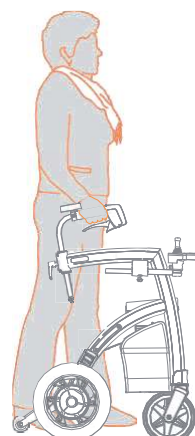

Figura 25: Caminar erguido cerca del andador.
- b. Mientras camina, párese entre las empuñaduras. De esta manera, camina lo más cerca posible del andador, que ofrece el mayor apoyo **(Figura 25)**. Puedes apoyarte en la Rollz Motion Electric si es necesario.